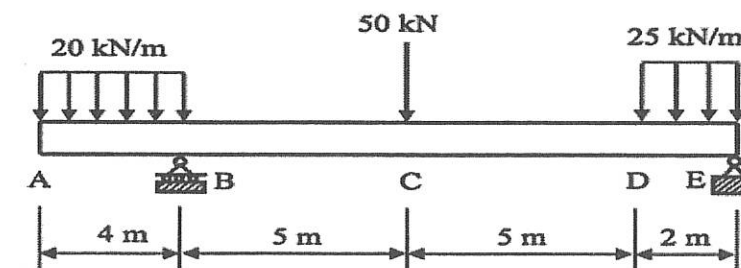

Figure 3c/ Rajah 3c
- (c) Figure 3c shows a 16m long overhang beam subjected to a 20kN/m and 25kN/m uniformly distributed load and 50kN point load. Rajah 3c menunjukkan sebuah rasuk hujung tergantung 16m panjang yang dikenakan beban teragih seragam 20kN/m dan 25kN/m dan beban tumpu 50kN .